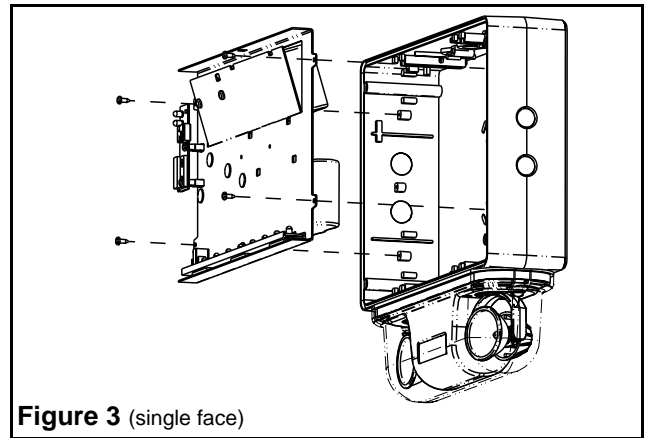
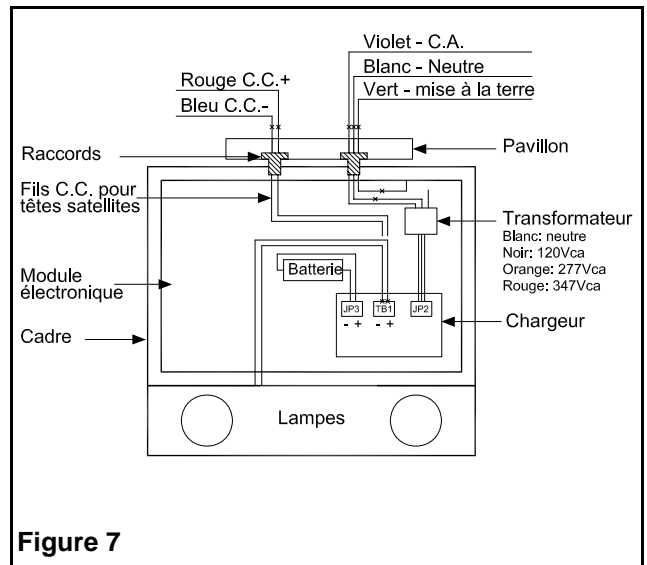

Figure 3 (single face)
Figure 7
- g. Pour accéder aux trous défonçables du cadre, retirer les 4 vis retenant le module électronique au cadre afin de les séparer (voir figure 3 & 4). Débrancher les fils des lampes avant d'enlever le module (voir figure 7 bornier TB1).
- c. retirer les 4 vis retenant le module électronique au cadre afin de les séparer (voir figure 3 & 4). Débrancher les fils des lampes avant d'enlever le module (voir figure 7 bornier TB1).
2. **Connexions électriques:** À l'aide du raccord fileté et fils C.A. (3 fils), connecter une extrémité aux conducteurs du transformateur, à l'intérieur du boîtier, puis l'autre extrémité à la ligne C.A. dans la boîte de jonction. Connecter le conducteur blanc au neutre, le violet à la ligne C.A. et le vert à la mise à la terre (Voir figure 7).